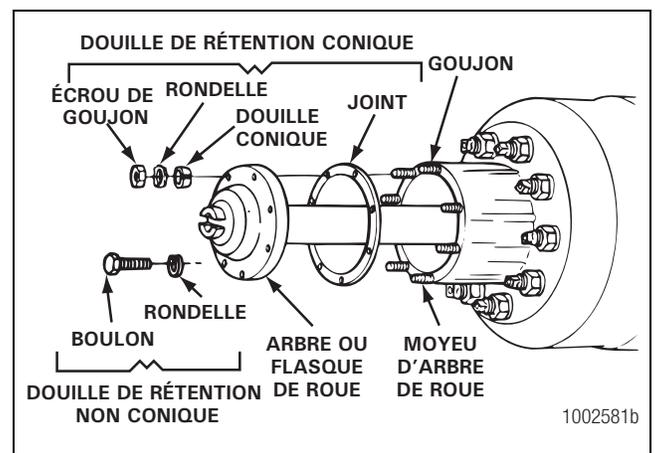

Figure 11.11
- Retirer les écrous de goujon ou les boulons et rondelles du flasque de l'arbre de roue. Figure 11.11.
- Desserrer les douilles coniques, le cas échéant, sur le flasque de l'arbre de roue. Figure 11.11.
9. Retirer les goujons coniques et les joints, le cas échéant, et les arbres de roue de l'essieu. Figure 11.11.
5. Installer le joint, le cas échéant, et l'arbre de roue dans le carter de pont et dans la tête de pont. Le joint et le flasque de l'arbre de roue doivent se loger bien à plat contre le moyeu d'arbre de roue. Faire tourner l'arbre de roue ou l'arbre de transmission de façon à aligner les cannelures et les trous dans le flasque par rapport aux goujons du moyeu. Figure 11.11.